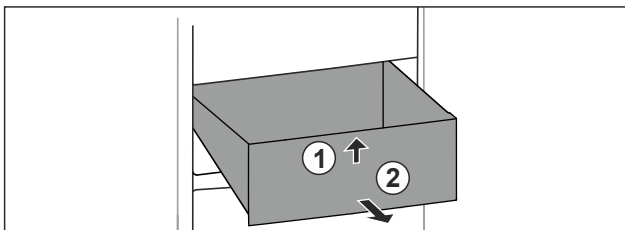

Fig. 105
- ▶ Schubfach vorne anheben. Fig. 105 (1)
- ▶ Schubfach nach vorne entnehmen. Fig. 105 (2)